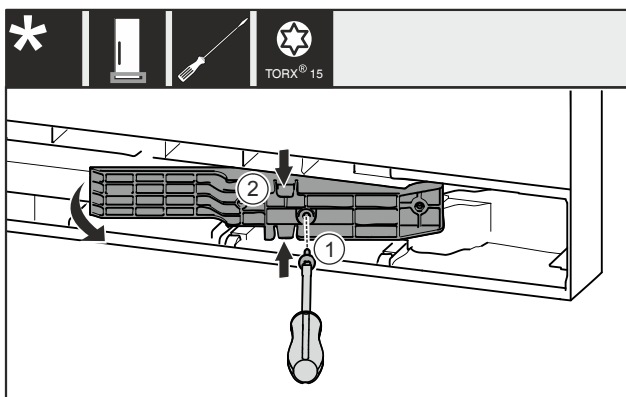

Fig. 12 *
- ▶ Retire el tornillo Fig. 12 (1).*
- ▶ Presione suavemente la parte superior e inferior de la pieza adaptadora Fig. 12 (2) y tire de ella.*